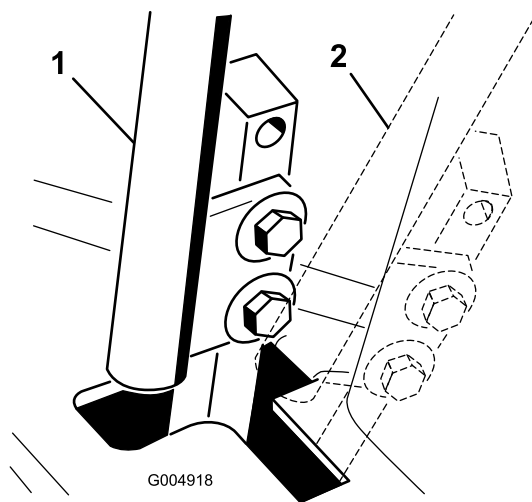

Figura 79
4. Mueva la palanca de control a la posición de PUNTO MUERTO, pero **no a la posición de bloqueo** (Figura 79).
6. Compruebe la posición de la palanca de control con relación a la muesca de la consola (Figura 79).